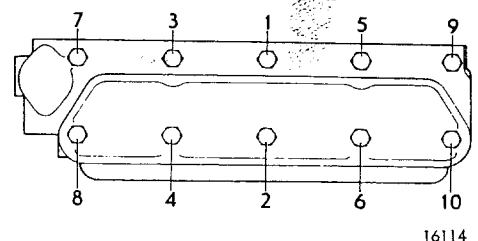

Fig 01-22. Dragningsföljd för cylinderlockets skruvar
5. Dra skruvarna 90 Nm (65 lb. ft.). Dra skruvarna i den ordning som fig 01-22 visar.